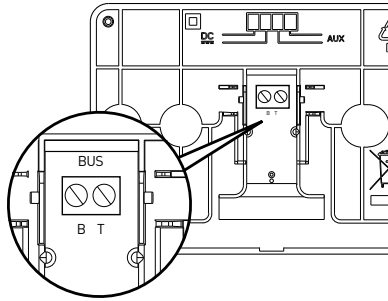

fig. 1
**Tipo 1****Ativação de TD e TC num sistema de aquecimento base. (fig. 1)**
- abra os furos necessários para a fixação (fig.1),